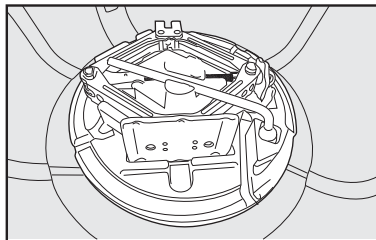

fig. 13
- Colocar o macaco no suporte das ferramentas **fig. 13**, encaixando de modo a evitar vibrações, ou que se solte durante a marcha.